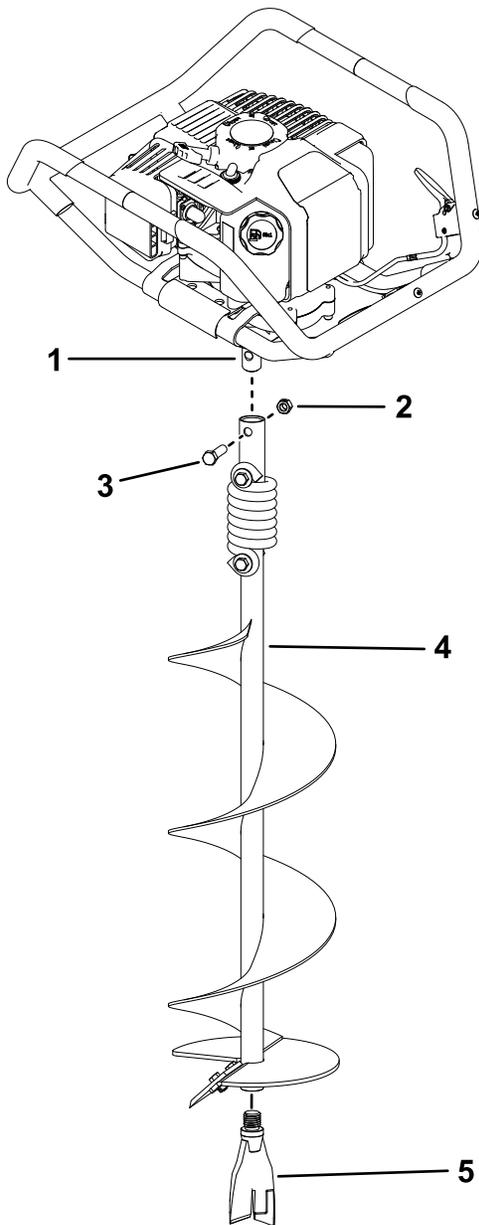

Figura 3
1. Introduzca el eje de salida del cabezal en el extremo abierto de la barrena (**Figura 3**).
2. Sujete el cabezal a la barrena con el perno ($\frac{3}{8}$ " x $1\frac{1}{2}$ ") y la contratuerca ($\frac{3}{8}$ "), como se muestra en la **Figura 3**.
3. Fije la punta de cola de pescado a la barrena (**Figura 3**).